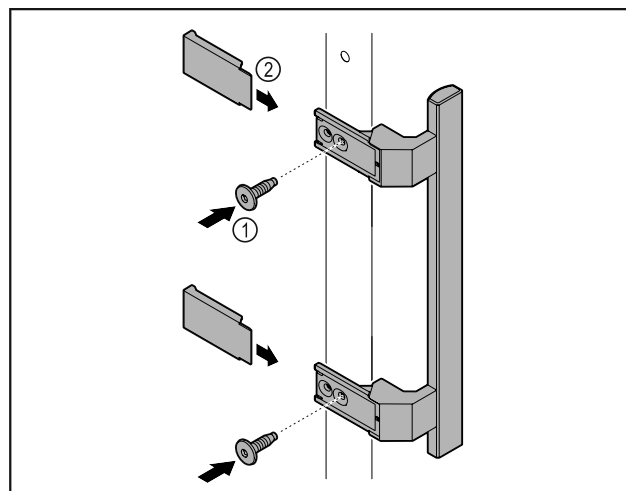

Fig. 44
- Fixer la poignée à la porte à l'aide des vis Fig. 44 (1) fournies.
- Poser les caches Fig. 44 (2).